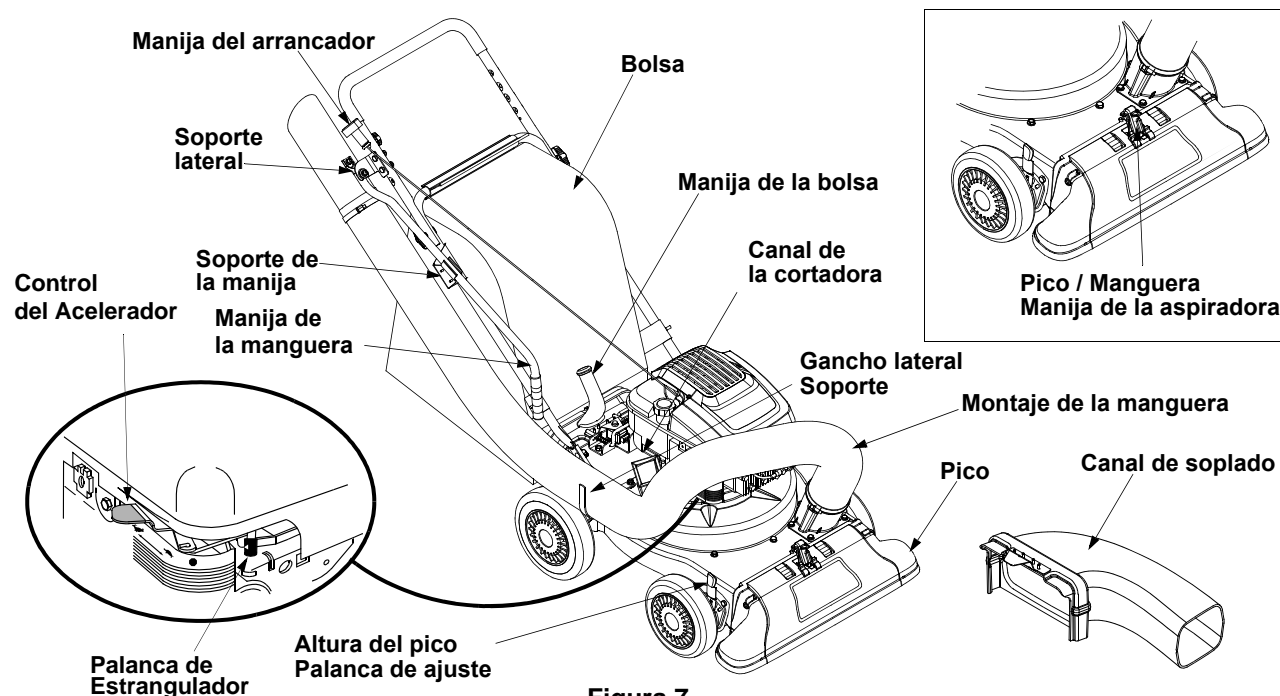

Figura 7
- Una a presión la manija de la manguera con el soporte de la manija inferior para ajustarla en su lugar y coloque el caño de la manguera en el gancho del soporte lateral que se encuentra próximo al canal de la cortadora. Consulte Figura 7.